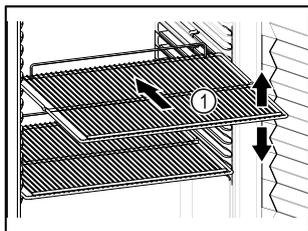

Fig. 64 Représentation à titre d'exemple
- ❑ Lorsque les grilles de support Fig. 64 (1) peuvent être déplacées, changez leur position en fonction de la hauteur des aliments.